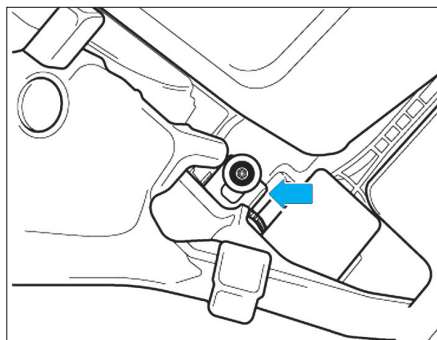

Fig. 38
- Introduire le projecteur en veillant à ce que les brides de fixation sur le bas du projecteur prennent prise sous les vis de fixation (Fig.38).